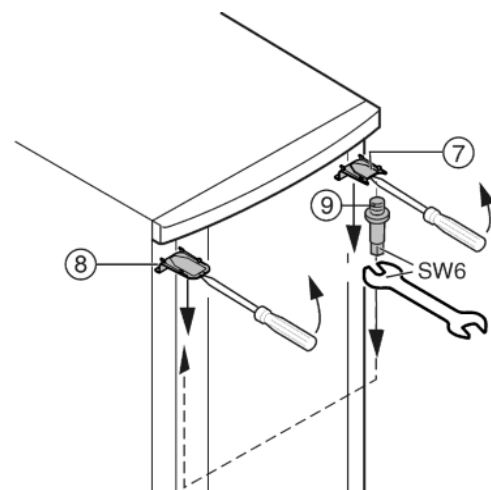

Fig. 6
- ▶ Faire décliqueter le cache Fig. 6 (7) en haut et le cache Fig. 6 (8) avec un tournevis devant et l'enlever diagonalement vers le bas.
- ▶ Dévisser le pivot d'appui Fig. 6 (9) et le visser du côté opposé (avec 4 Nm).
- ▶ Remonter le cache Fig. 6 (7) du côté du pivot d'appui : l'insérer par l'arrière et l'encliqueter sur l'avant.
- ▶ Monter le cache Fig. 6 (8) sur le côté opposé: l'insérer par l'arrière et l'encliqueter sur l'avant.
- ▶ Accrocher la porte dans le pivot d'appui Fig. 6 (9) supérieur.